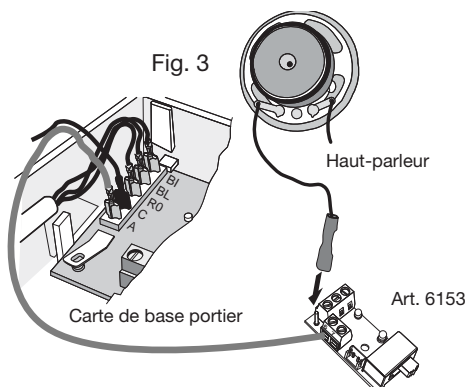

Fig. 3
- Insérer le fil, préaccordé à la borne n° 6 de l'Art. 6153, sur l'ergot "A" du poste (Fig. 3).